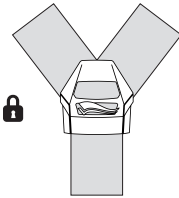

Fig. 3b
- Close the strap divider (Fig. 3b)